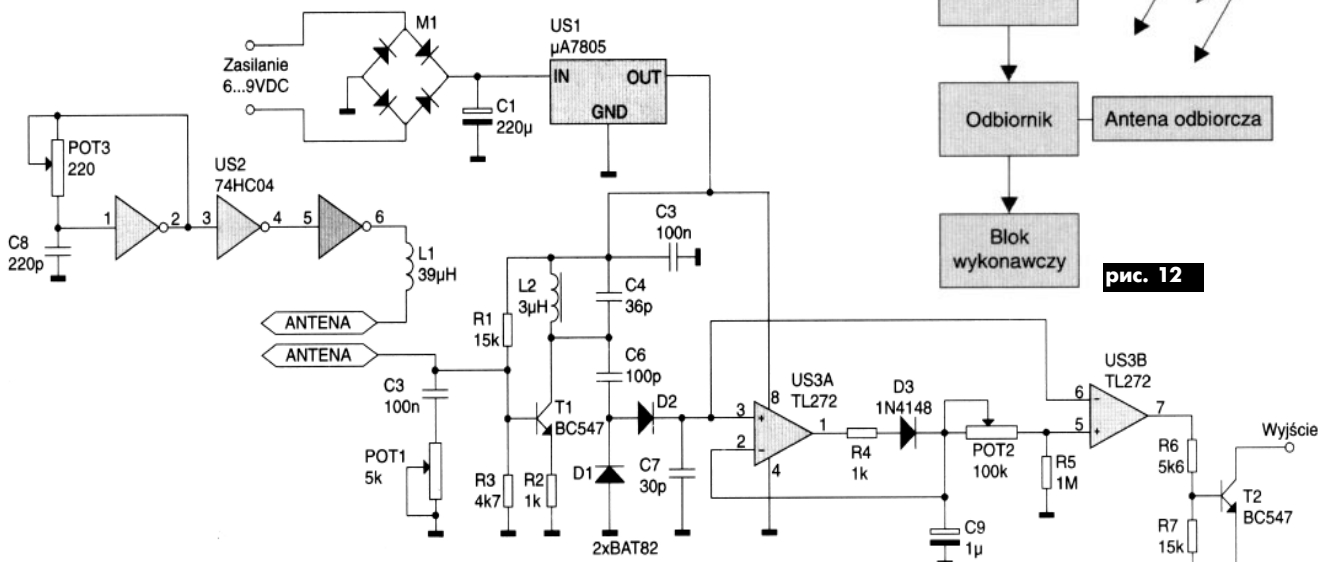
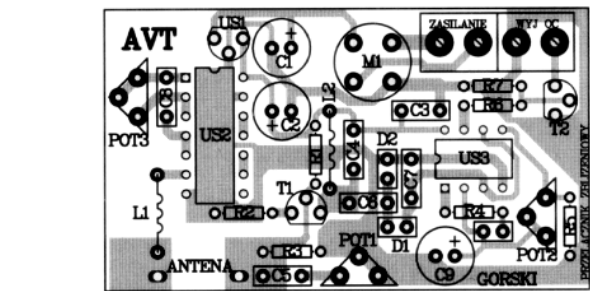

рис. 13
рис. 14
**"Датчик сближения"** К. Горского ("Elektronika praktyczna" 8/2002, с.42), несложный в изготовлении, можно использовать в охранных системах, для включения освещения и т.д. Устройство (рис.12) состоит из двух основных блоков: передатчика и приемника. Малейшие изменения частоты, возникающие в результате перемещения объекта между двумя антеннами, фиксируется приемником. Передатчик, представляющий собой обычный генератор частоты (рис.13), реализован на двух логических элементах "HE" типа 74НСТ14 (частота генерации 7 МГц регулируется потенциометром POT3). Печатная плата представлена на рис.14. Антенны размером 10x2 см каждая выполнены из оцинкованного железа.